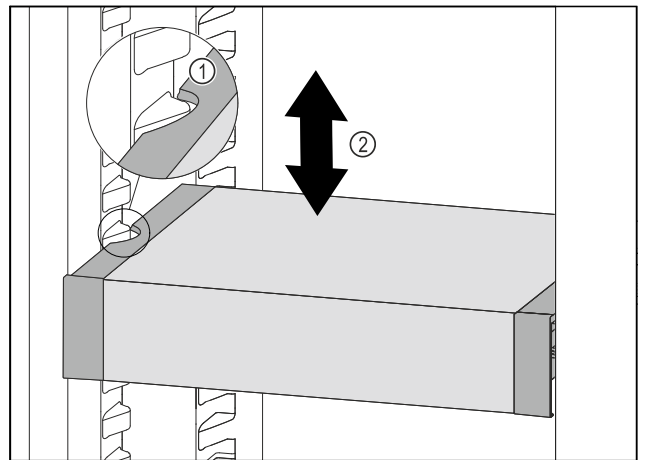

Fig. 143
- VarioSafe nach vorne ziehen, bis sich die seitlichen Aussparungen des VarioSafes auf Höhe der Behälterrippe im Kühlteil befinden. Fig. 143 (1)
- VarioSafe im Kühlteil nach oben oder unten bewegen, bis gewünschte Höhe erreicht ist. Fig. 143 (2)